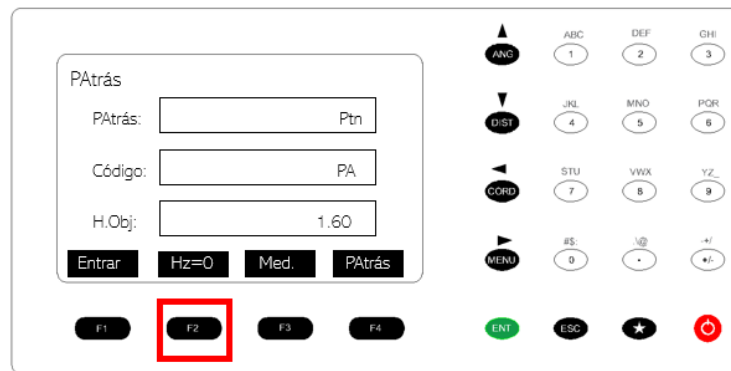

Figura 99. Toma de la lectura.
30. Presionar el botón F2. Hz=0. Figura 99.